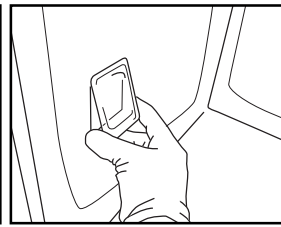

fig. 9
5. Hold lampedekslet i riktig posisjon og trykk det mot veggen i apparatet, slik at det smetter på plass (fig. 9).